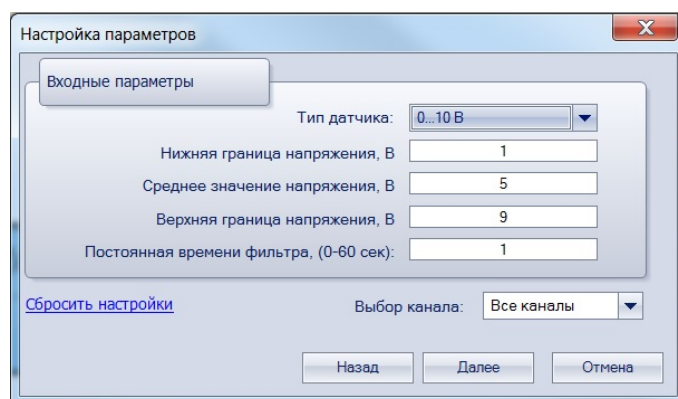

Рисунок 8.3 – Меню настройки параметров
- Далее в окне «Настройка параметров» выбрать значение параметра «Тип датчика» равным «0...10 В» (см. рисунок 8.3).